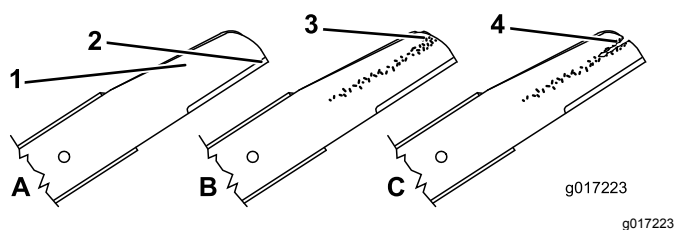

Figura 32
1. Inspeccione los filos de corte (Figura 32). Si los filos de corte no están afilados o tienen
- Inspeccione las cuchillas, especialmente la parte curva (Figura 32). Si observa cualquier daño o desgaste, o la formación de una ranura en esta zona, cambie la cuchilla inmediatamente por una cuchilla nueva.